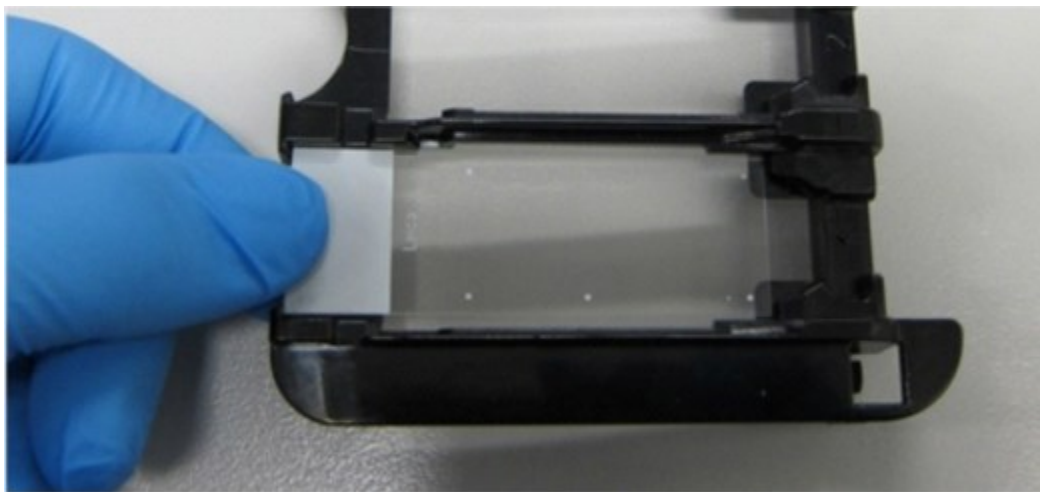

Figure 4-5: Umístění sklíčka do zásobníku sklíčků
2. Umístěte sklíčko nad prázdné místo v zásobníku sklíčků tak, abyste konec sklíčka se štítkem drželi nad zářezem na boku zásobníku (viz Figure 4-5). Nechte sklíčko zapadnout do pozice v zásobníku.